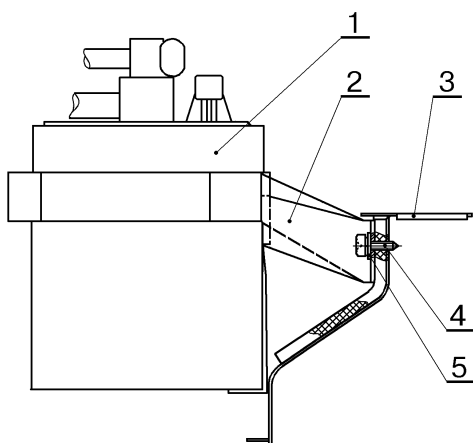

Рис.10. Установка адсорбера:
- установить брызговик на кузов, адсорбер 1, рис.10, на брызговик и закрепить при помощи самонарезающих винтов 4 1/76713/01 с шайбами 5 1/26381/01 (головка сменная 8, вороток и удлинитель, отвертка крестообразная);